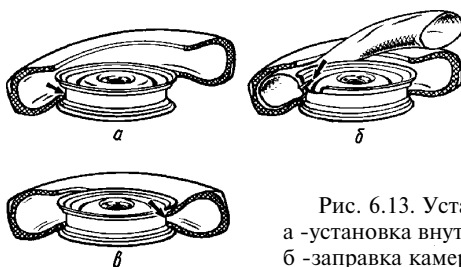

Рис. 6.13. Установка шины на колесо:
2. Положить шину на диск так, чтобы серийный номер был сверху, с помощью монтажных лопаток надеть нижний борт шины на обод колеса и ввести ее в глубокую часть обода (рис. 6.13, а).
3. Ввести вентиль камеры в отверстие обода и аккуратно заправить камеру в шину (рис. 6.13, б).
5. Надеть с помощью монтажных лопаток верхний борт шины на обод (рис. 6.13 в). Начинать заправку наружного борта шины со стороны, противоположной вентилю, и продолжать в обе стороны, приближаясь к нему. При этом следить за правильностью положения вентиля в отверстии обода, не допуская его перекосов.